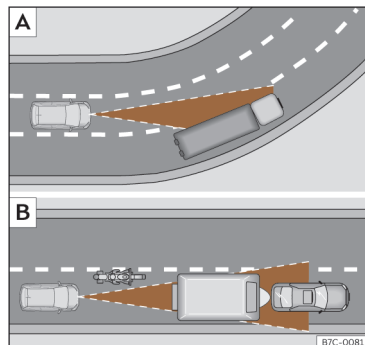

Fig. 133 A Veículo numa curva. B Motociclo que circula à frente, fora do raio de alcance do sensor de radar.
O ACC poderia não detetar em curva o veículo precedente ou poderia regular a distância com veículos que se encontram noutras faixas >>> **Fig. 133 [A].**
- Veículos que circulem desalinhados ou fora da zona de deteção do sensor, por exemplo, motociclos >>> **Fig. 133 [B].**